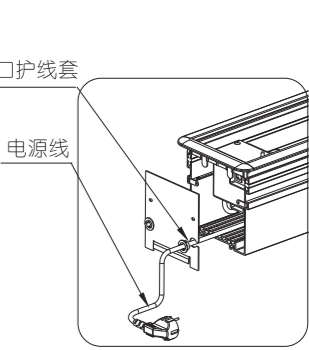

图 9
- 4) 拆出端盖板上的开口护线套，套入电源线，然后再将开口护线套卡回端盖板，将电源线安装到壳体外面来。如图9所示